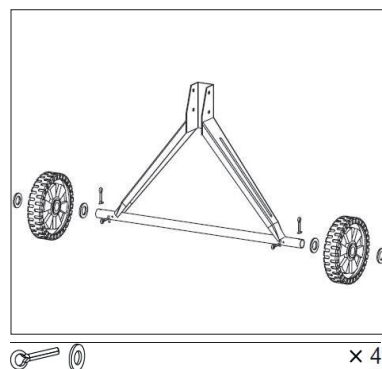

Fig.5
2. A continuación, monte la unidad de rueda en el eje. Monte una arandela a la izquierda y a la derecha de cada rueda. A continuación, las ruedas se fijan con un perno de seguridad (Fig. 5).